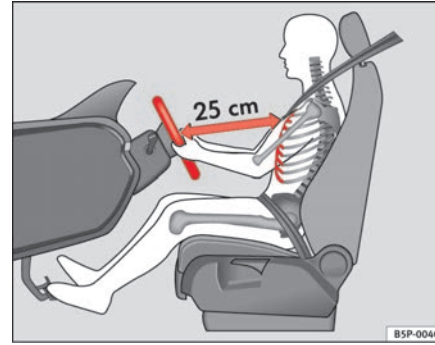

Abb. 136 Die richtige Sitzposition des Fahrers
- Stellen Sie das Lenkrad so ein, bis die gewünschte Einstellung erreicht ist \Rightarrow Abb. 136.
- Stellen Sie den Fahrersitz oder das Lenkrad so ein, dass der Abstand zwischen Lenkrad und Brustbein mindestens 25 cm beträgt → Seite 174, Abb. 136. Wenn Sie den Mindestabstand nicht einhalten, kann Sie das Airbag-System nicht schützen – Lebensgefahr!